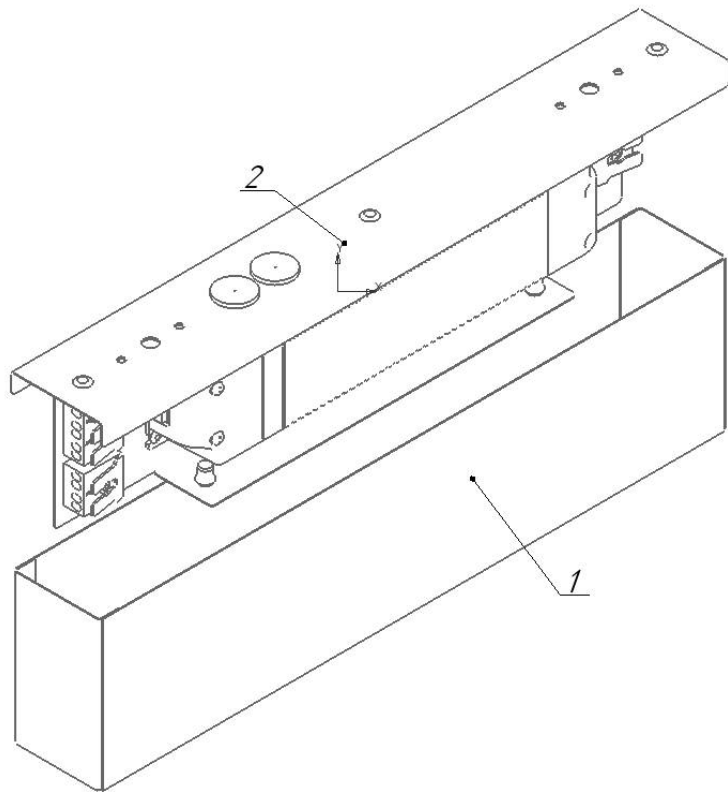

Рисунок 6 - Схема установки отсека источника питания
5.3.5. Снимите крышку отсека источника питания, открутив 2 винта (см. рисунок 6).